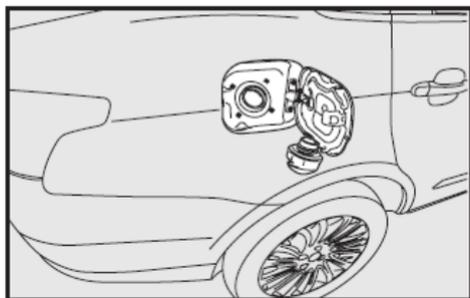

fig. 104
- Luego de retirada la tapa de su alojamiento, colóquela en el soporte sobre la puerta fig. 104.